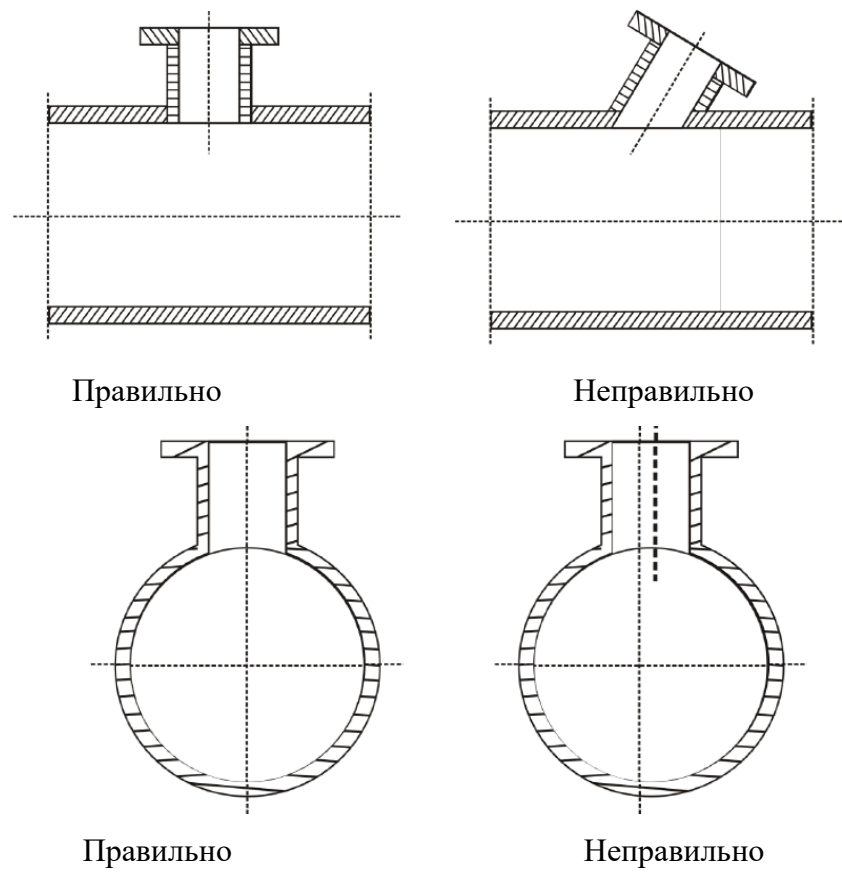

Рисунок 7 - Правильное монтажное положение соединительного основания
2.2.3 Приварите соединительное основание к круглому отверстию трубопровода. Обращайте внимание на вертикальное направление во время сварки. После сварки необходимо проследить, чтобы ось зонда была перпендикулярна оси трубопровода, а центральная линия фланца проходила через центр трубопровода (см. рисунок 7).
Правильно  Неправильно Рисунок 7 - Правильное монтажное положение соединительного основания  Размер трубы ≤ 400 мм  Размер трубы > 400 мм Рисунок 8 - Глубина погружения зонда